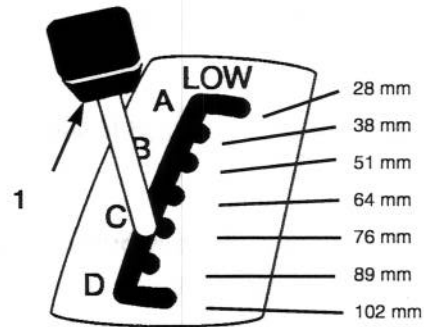

Bild 6
2. Den Schritthöheneinstellhebel (Mähwerkhub) anziehen und auf die gewünschte Schritthöhe stellen (Bild 6).